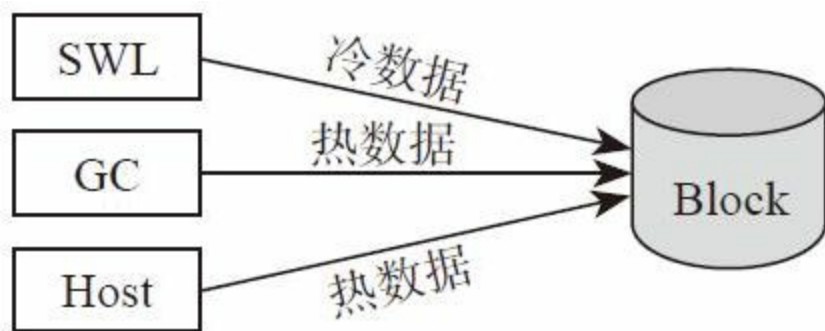

图4-41 SWL，GC和用户数据混在一起写
3) 三者全都混在一起写在同一个闪存块上，如图4-41所示。